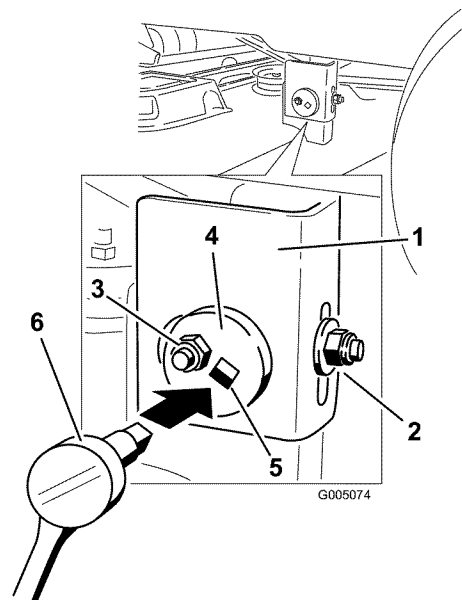

Figura 39
7. En el lado izquierdo de la máquina. Afloje, pero no retire, la tuerca de bloqueo trasera de la barra de soporte (Figura 39).
8. Afloje la tuerca de bloqueo lateral de la barra de soporte lo suficiente para permitir ajustar la placa excéntrica (Figura 39). Utilice una llave de extensión de 3/8 pulgada de una llave de tubo para manipular la placa excéntrica. Utilice la llave para ajustar la altura de la plataforma del cortacésped a la altura deseada.
9. Cuando la plataforma esté en la posición deseada, apriete la tuerca de bloqueo lateral de la barra de soporte para fijar la posición nueva (Figura 39).